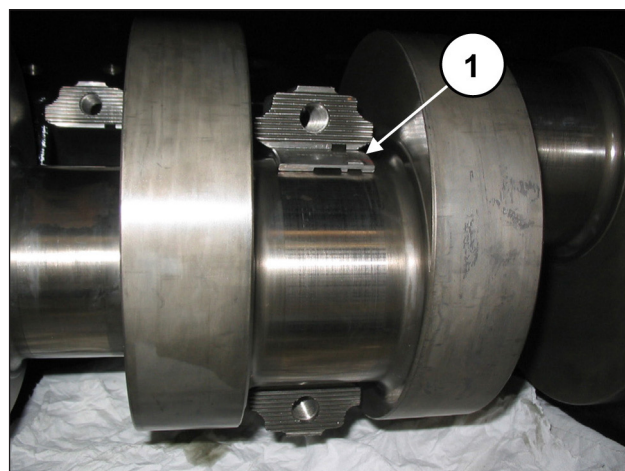

Fig. 59
Insira os semi-rolamentos superiores entre as bielas e o eixo (pos. ①, Fig. 59).